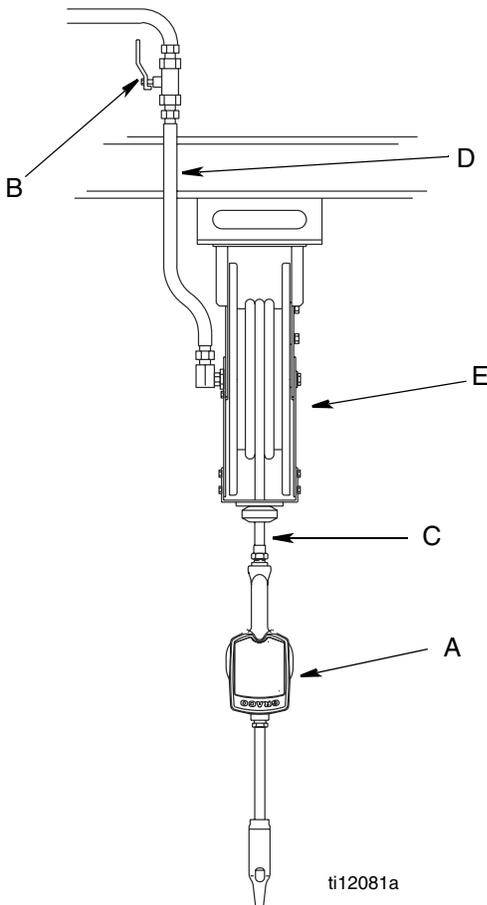
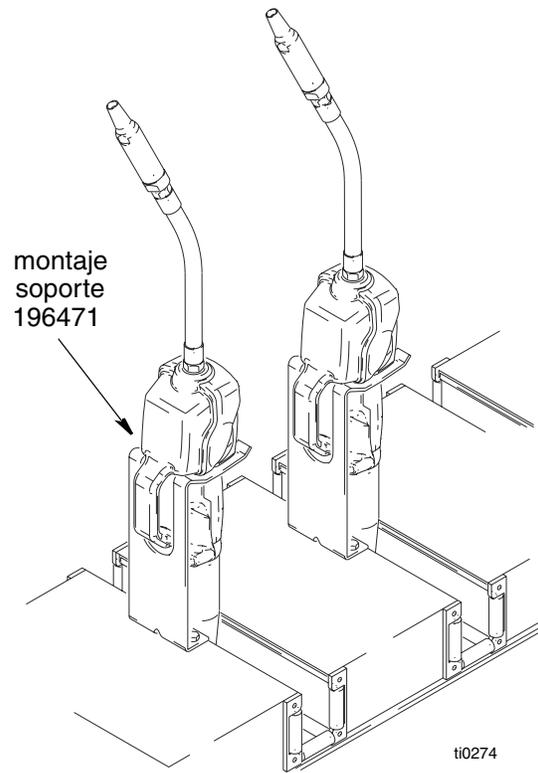

FIG. 1
FIG. 2
La FIG. 1 muestra una instalación típica de carretel de manguera. Los surtidores también pueden instalarse en una consola como se ve en la Fig 2.
La instalación típica que se ve en la Fig 1 es sólo una guía. No es el diseño completo del sistema. Contáctese con su distribuidor Graco para obtener asistencia en el diseño de un sistema que se ajuste a sus necesidades.
El soporte de montaje 196471 está disponible para soportar el surtidor en una consola. Ver Fig 2.
3. Cierre la válvula de bloqueo (B, FIG. 1, página 4).